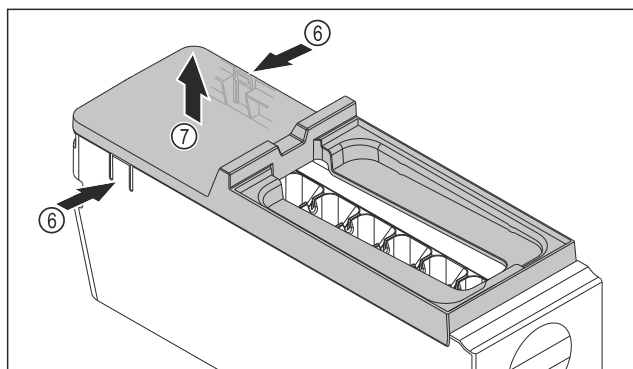

Fig. 142
- Vyjmutí krytu korpusu EasyTwist-Ice: Lamely Fig. 142 (6) na obou stranách korpusu EasyTwist-Ice stlačte jednou rukou.
- Kryt Fig. 142 (7) vyjměte druhou rukou nahoru.